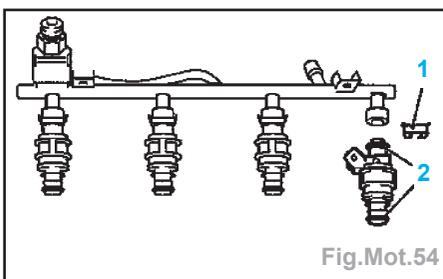

Fig.Mot.54
- Déposer les 4 injecteurs (Fig.Mot.54) :
- démonter les agrafes de sûreté (1),